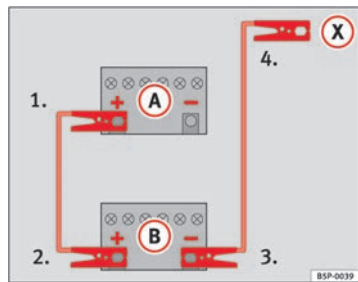

Abb. 159 Schema für das Anklemmen der Starthilfekabel
In der ⇒ Abb. 159 ist (A) die entladene Batterie und (B) die stromgebende Batterie.
1. Klemmen Sie ein Ende des roten Starthilfekabels an den Pluspol ⇒ Abb. 159 (+) des Fahrzeugs mit der entladene Batterie ⇒ ⚠.
4. Klemmen Sie das andere Ende des schwarzen Starthilfekabels (X) beim Fahrzeug mit der entladene Batterie an ein massives, fest mit dem Motorblock verschraubtes Metallteil oder an den Motorblock selbst an, jedoch nicht in der Nähe der Batterie ⇒ ⚠.